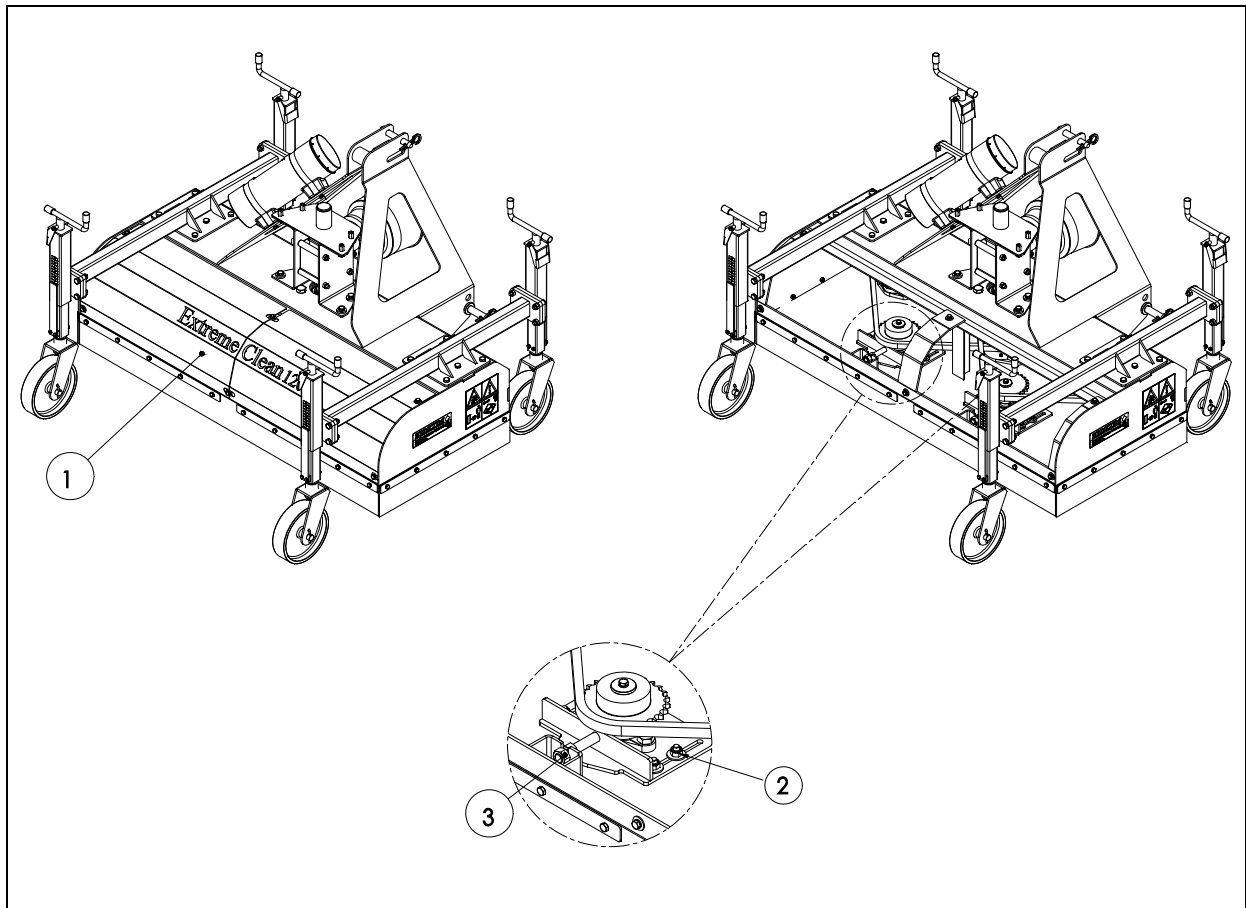

Fig. 10
1. Entfernen Sie die Sicherheitshaube (1) (fig. 10).
4. Festziehen Sie die Mutter (2) etwas lose.
5. Drehen Sie die Mutter (3), bis die korrekte Spannung erreicht wird.
6. Die Mutter (2) festziehen und sichern.
7. Platzieren Sie die Sicherheit-Kappen (1) zurück.